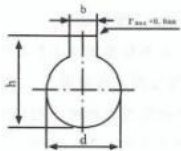

图1 安装孔直径和键槽尺寸图
4. 2. 1信号灯安装板的安装孔直径和键槽尺寸(如有时)应符合表1、图1的规定。